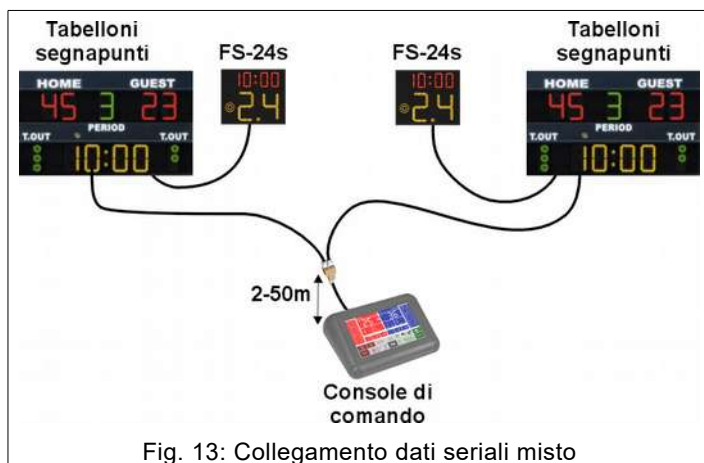

Fig. 13: Collegamento dati seriali misto
3. **Collegamento misto** dei due precedenti. Un esempio viene rappresentato nella Fig. 13 dove sono sfruttate le uscite seriali dei tabelloni segnapunti per il collegamento agli indicatori dei 24 secondi.